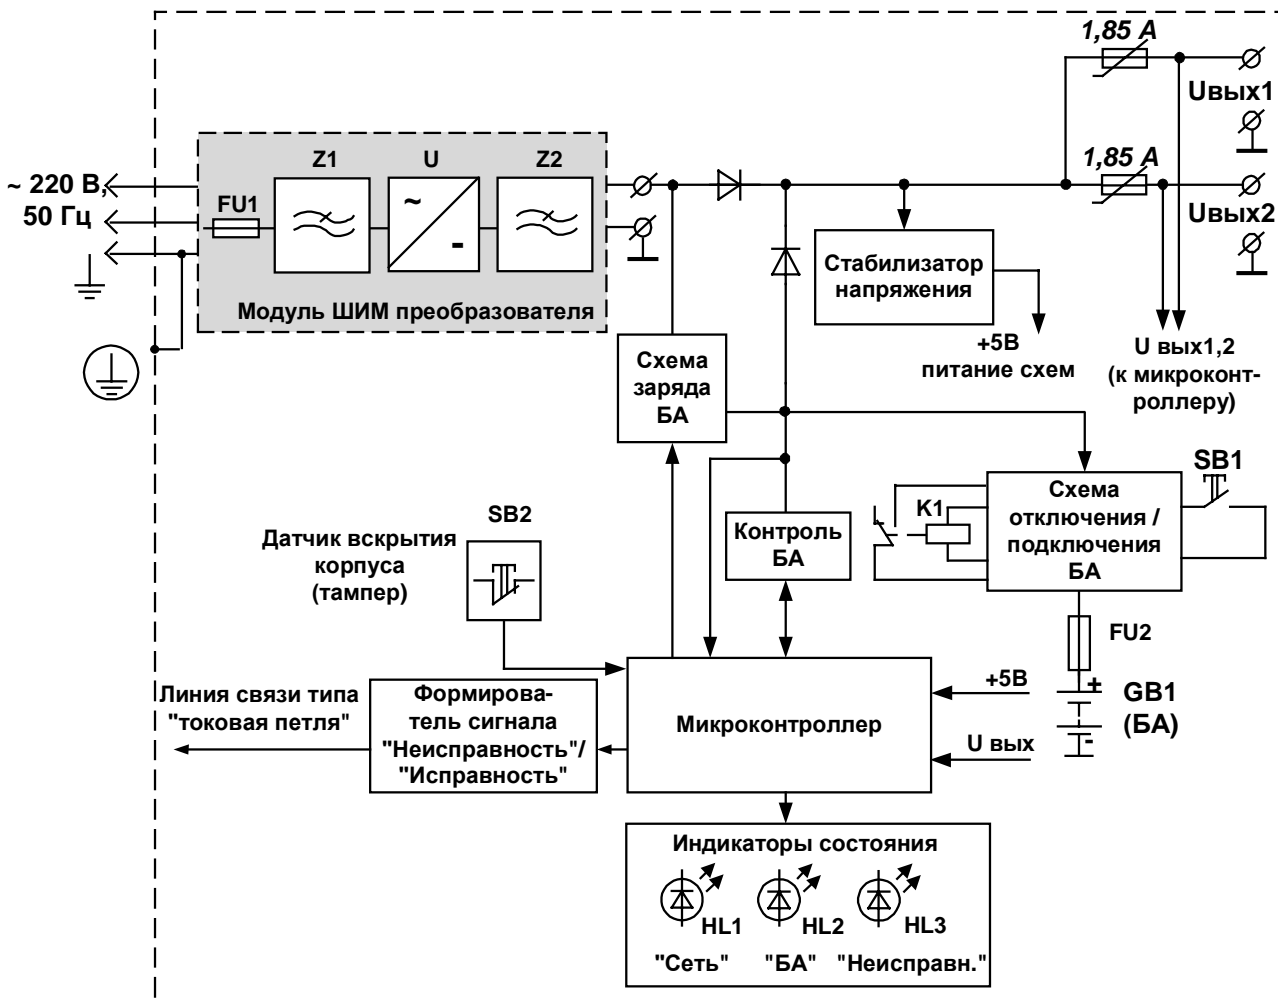
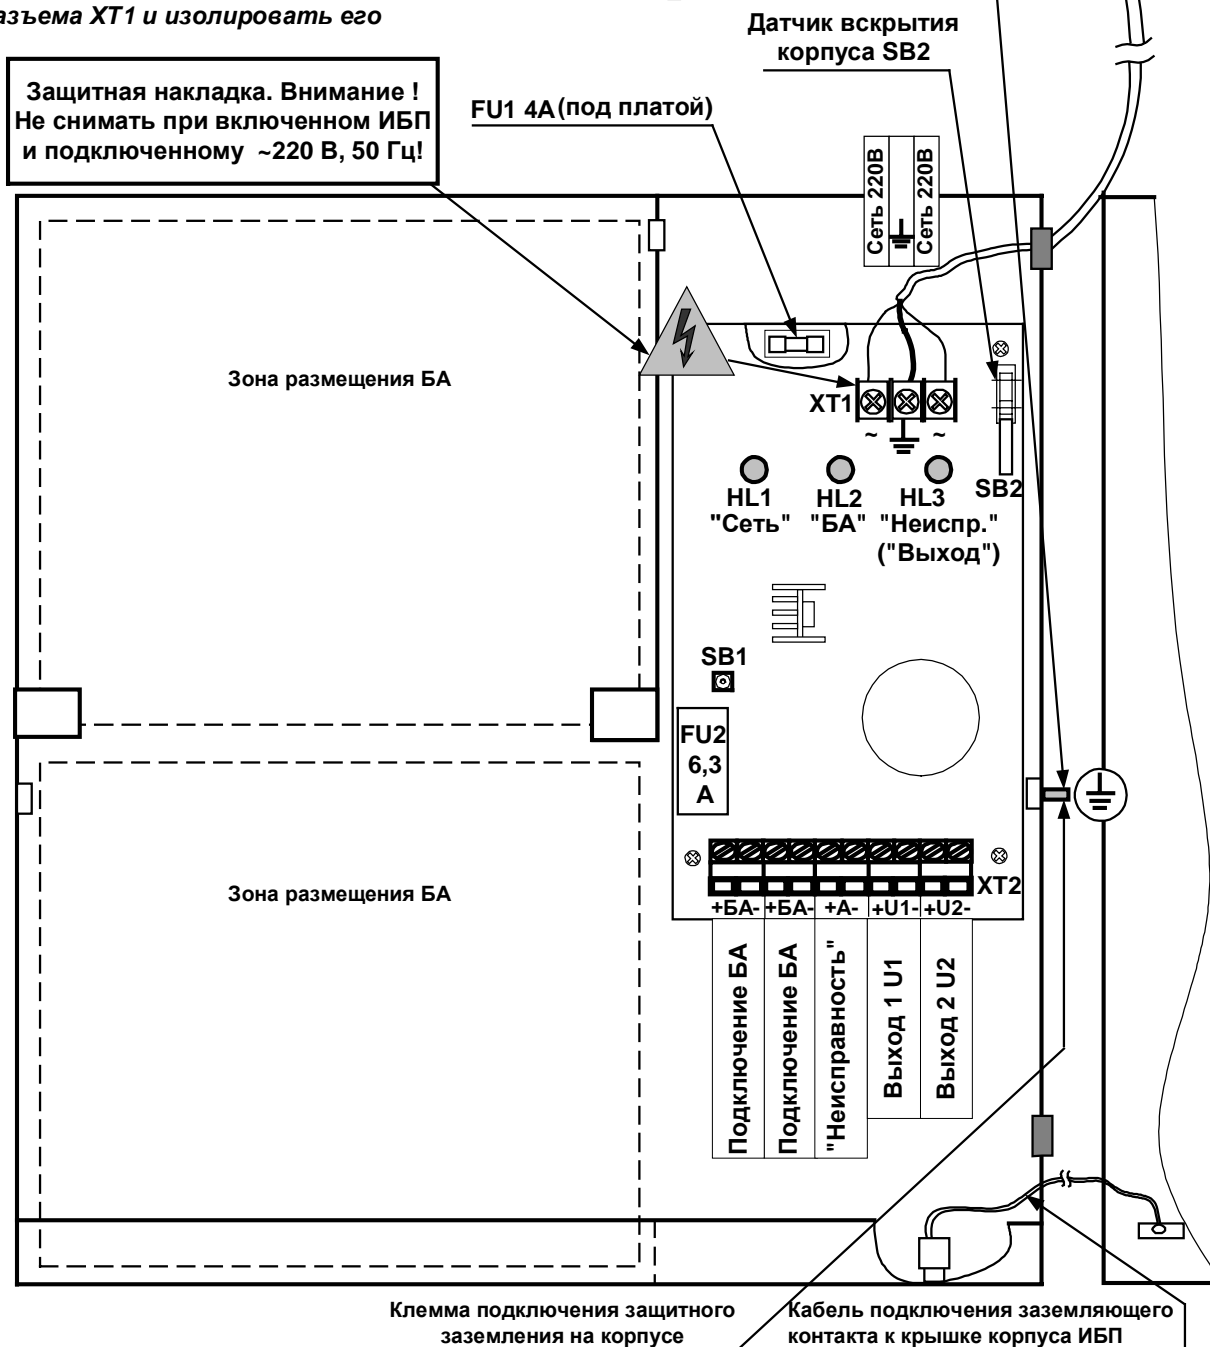
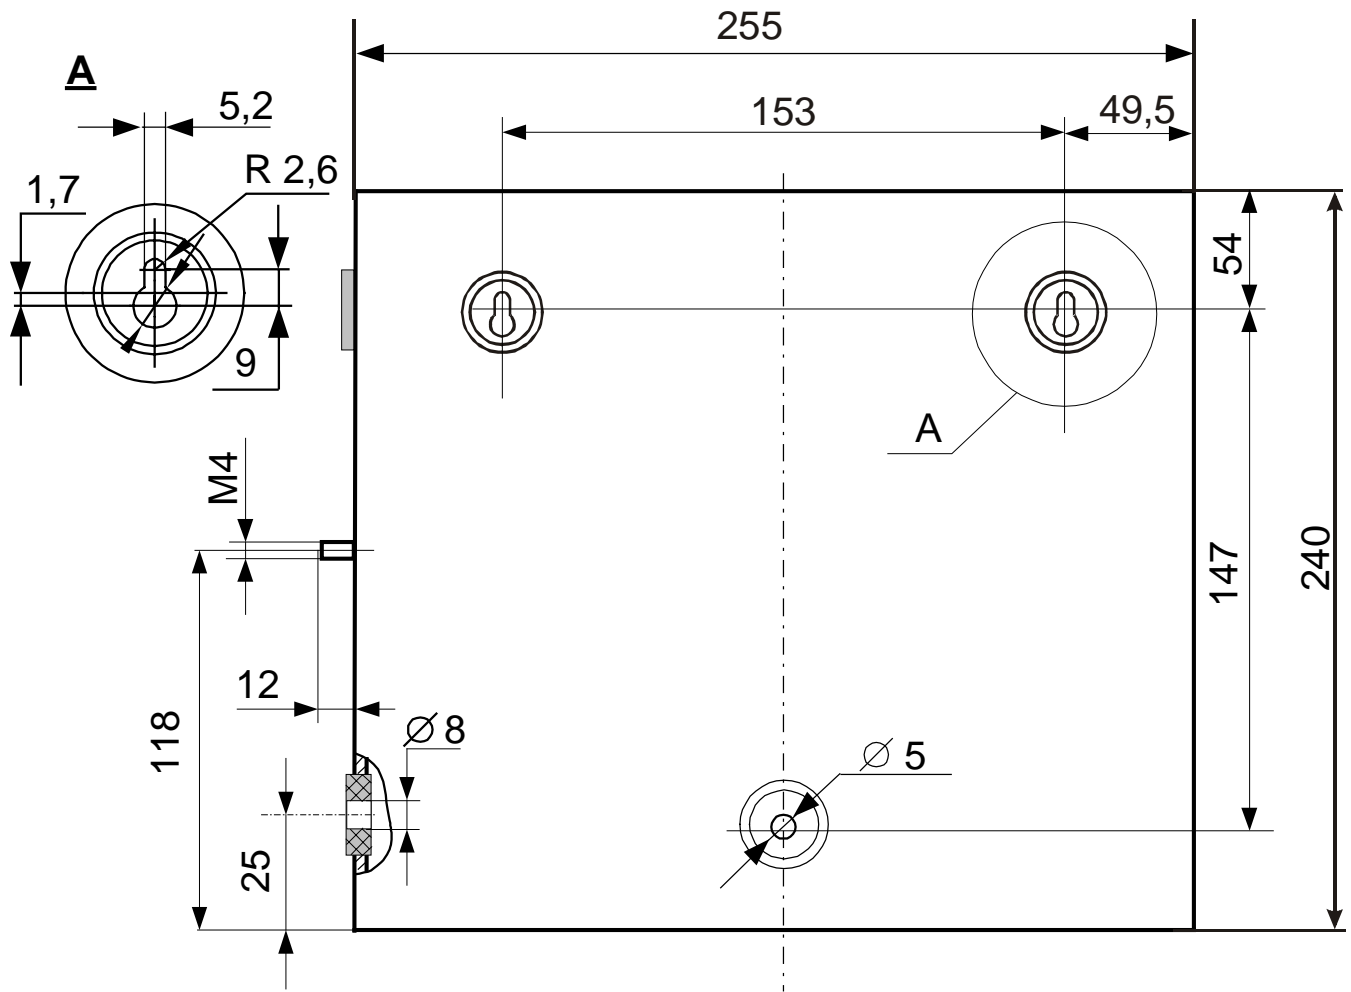

Рис. 1 Схема электрическая функциональная ИБП 12 / ИБП-24
Рис. 2 Внешний вид ИБП со снятой крышкой
Рис. 7 Присоединительные размеры ИБП 12 / ИБП-24 (справочные)
4.2 Электрическая функциональная схема ИБП представлена на Рис. 1. В ее состав входят следующие узлы и блоки:
Напряжение сети переменного тока подается на вход модуля ШИМ преобразователя (Рис. 1), плата которого расположена под платой с клеммами разъемов подключения, см. Рис. 2.
В состав модуля ШИМ преобразователя входят: входной фильтр **Z1**, импульсный преобразователь переменного напряжения питания ~220В, 50 Гц в постоянное **U** и выходной фильтр **Z2**. Входные цепи модуля питания защищены предохранителем **FU1** (4А), см. Рис. 2. Модуль обеспечивает гальваническую развязку от питающего напряжения переменного тока и выдает на выходе напряжение постоянного тока – 27,6 В(ИБП-24) или 13,6 В(ИБП-12).
Внешний вид ИБП со снятой крышкой показан на Рис. 2. Корпус блока имеет на боковых сторонах вентиляционные отверстия для отвода тепла. Габаритные и присоединительные размеры ИБП показаны на Рис. 7. Для обеспечения заземления корпуса ИБП предусмотрена заземляющая клемма с резьбой М4, расположенная на боковой поверхности основания корпуса. Соединение крышки и основания корпуса осуществляется проводником (цвет желто-зеленый) посредством разъема на внутренней стороне крышки корпуса. При снятии разъема (в случае необходимости), впоследствии соединение необходимо восстановить.
6.4.1 На месте установки ИБП крепится к стене или другим конструкциям в вертикальном положении. При установке необходимо следить за тем, чтобы не были закрыты вентиляционные отверстия по бокам другими устройствами или блоками. Присоединительные размеры ИБП приведены на Рис. 7.
6.4.6 Корпус ИБП должен быть обязательно заземлен! Подключение заземления ИБП производится медным проводом сечением не менее $1,5 \text{ мм}^2$ к винту на правой стороне корпуса или с помощью сетевой вилки с заземляющим контактом, вывод от которого присоединен к клемме заземления Рис. 2. В случае подключения заземления к винту корпуса – отключить провод заземления от клеммы \perp на разъеме ХТ1 и изолировать его.